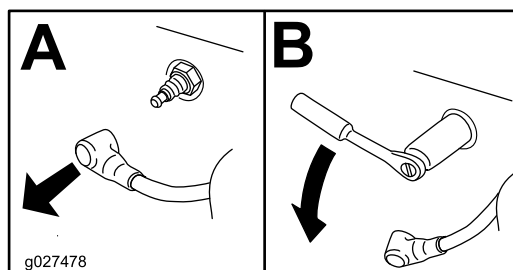

Bild 27
4. Nehmen Sie die Zündkerze heraus, wie in Bild 27 abgebildet.